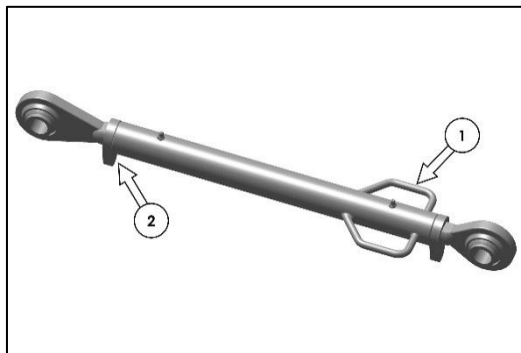

Fig. 198 – AFSTELLEN TOPSTANG
- Om de lengte van de topstang te verstellen, draait u de borgmoer (item 2 in Fig. 198) los.
- Draai de buis met de handgreep (item 1 in Fig. 198) om de lengte te vergroten of te verkleinen. Wanneer de gewenste lengte is bereikt, draait u de borgmoer vast.